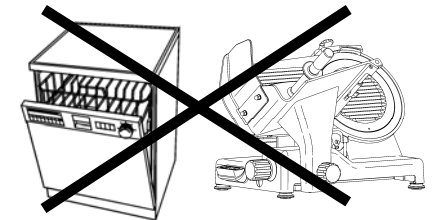

Abb. 27
- Die Aufschnittmaschine darf nicht in die Spülmaschine (Abb.27) und darf nicht mit Wasserstrahl gereinigt werden. Die Maschine nicht ins Wasser oder in andere Flüssigkeiten tauchen.